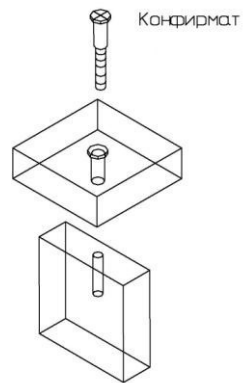

Рис. 2
Закрепить заднюю стенку (4) с помощью конфирматов, ввернув их сквозь отверстия в нижнем щите (3). Присоединить основание тумбы (5) к нижнему щиту (3) с помощью конфирматов (рис.2). К получившейся конструкции присоединить крышку (1) так, чтобы дюбели и шканты установленные в крышке вошли в предназначенные для них отверстия в боковых стенках (2), (02) и задней стенке (4). Затянуть эксцентрики, повернув их на 180 градусов (см. схему сборки). Закрыть эксцентрики и конфирматы заглушками-самоклейками.